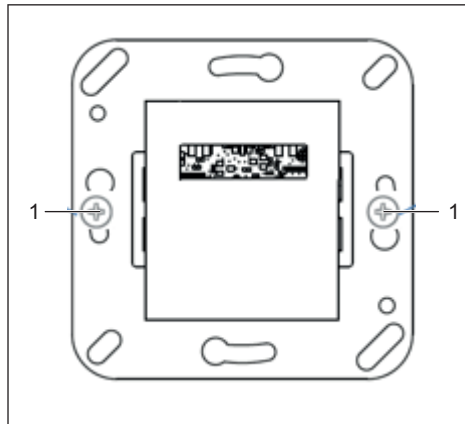

Fig. 16: Montare il lettore WRU 220 nella scatola di commutazione
3. Montare il lettore nella scatola di commutazione preinstallata (Fig. 16).